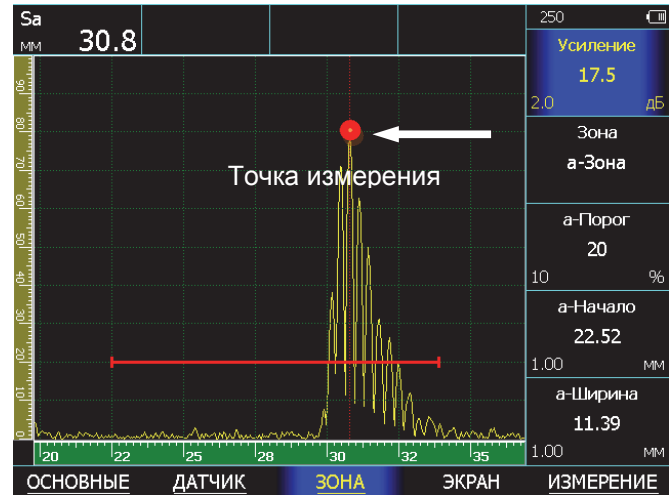

Рис.3-4 Измерение времени прихода сигнала 'по пику'
- время, соответствующее максимальному пику сигнала в зоне контроля (режим – «**по пику**», рис.3.4)